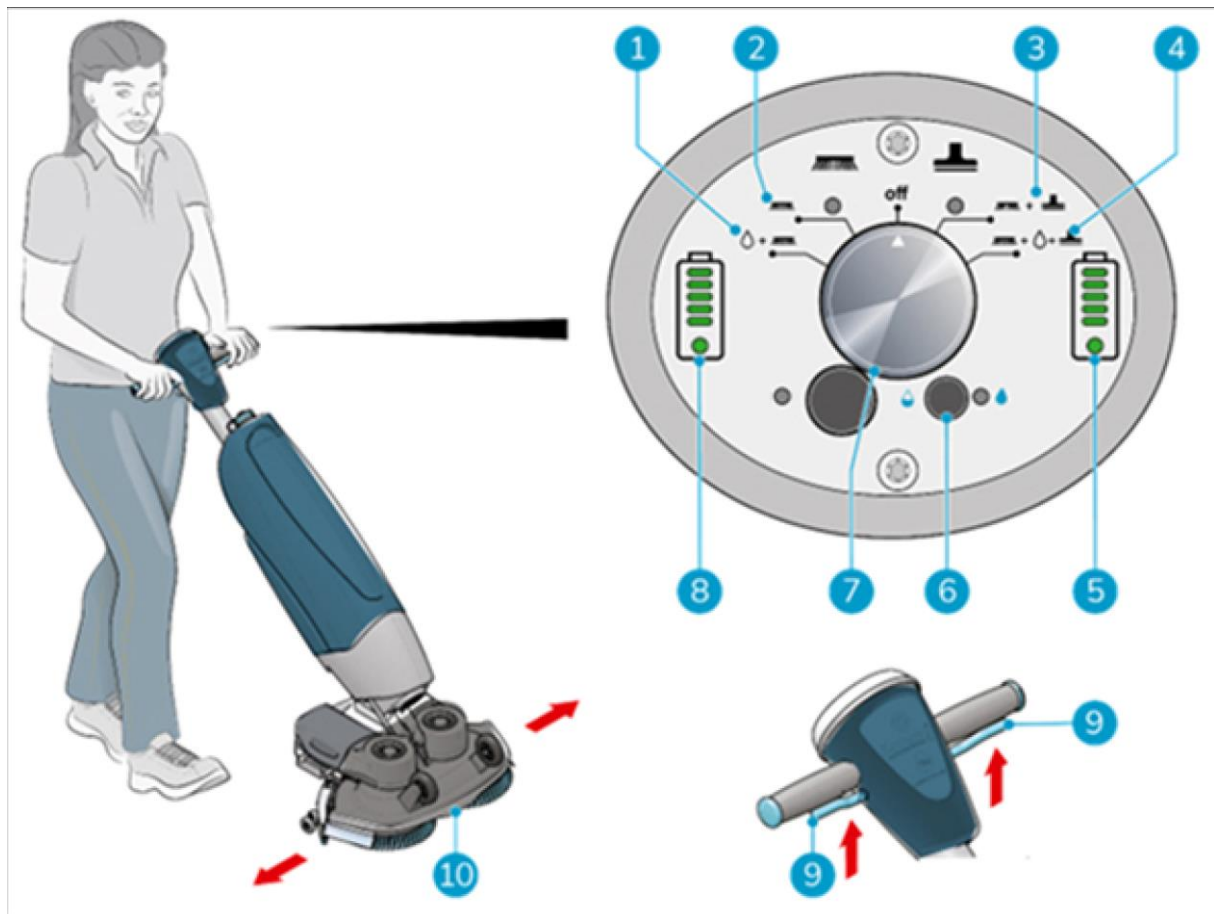

Figure 18
4. Tenez-vous derrière l'i-mop® XXL. Sélectionnez le mode de nettoyage souhaité en tournant le bouton de commande. (figure 18.)
MODE 1 : Brosse + eau/solution de nettoyage (figure 18, pos. 1).
MODE 2 : Brosse uniquement (figure 18, pos. 2).
MODE 3 : Brosse + aspirateur (figure 18, pos. 3).
MODE 4 : brosse + eau/solution de nettoyage + aspirateur (figure 18, pos. 4).
Appuyez sur la gâchette de la poignée (figure 18, pos. 9). Cela démarre également l'i-mop® XXL. Une fois la gâchette enfoncée, l'i-mop® XXL avance.
7. Dirigez en tournant doucement la poignée vers la gauche ou vers la droite pour déplacer le plateau de brosse (figure 18, pos. 10).
8. Relâcher la gâchette (Figure 18, pos. 9) arrête immédiatement l'i-mop® XXL. Le moteur d'aspiration s'arrête après 3 secondes.